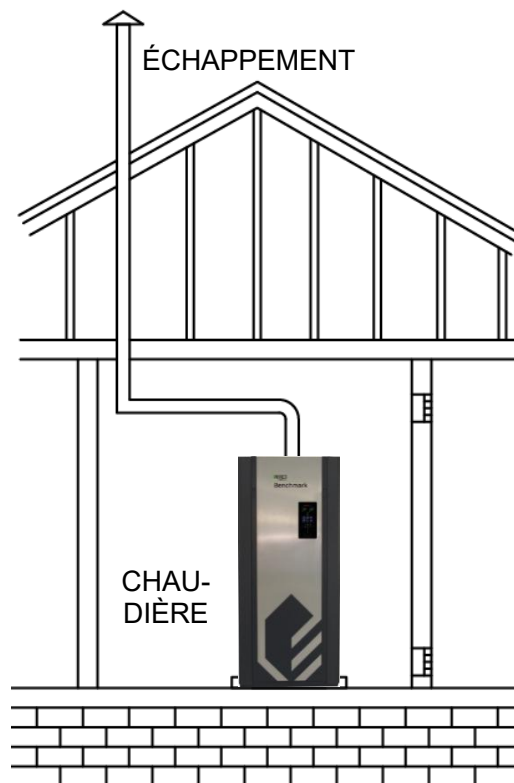

Figure 2 : tout l'air de combustion provient des espaces intérieurs adjacents par les ouvertures d'air de combustion intérieures
- Une ouverture doit commencer à moins de **12 pouces (300 mm)** du haut de l'enceinte et une ouverture doit commencer à moins de **12 pouces (300 mm)** du bas. (Voir la figure 2.)